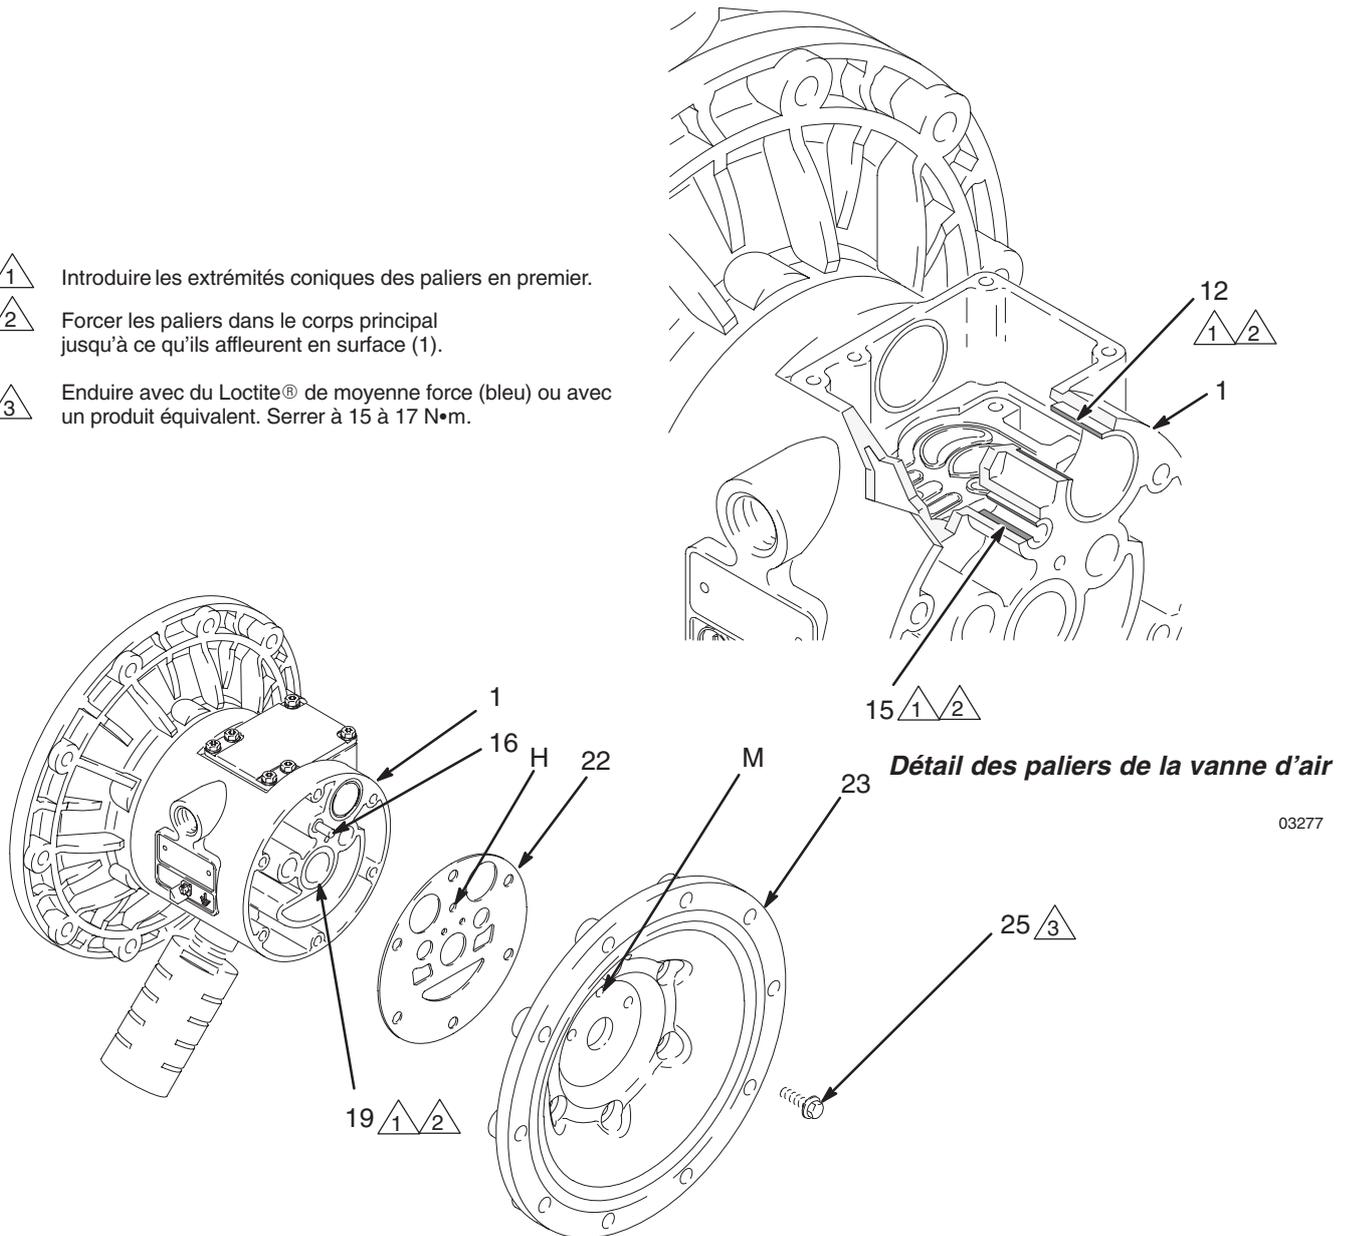

Fig. 14
5. À l'aide d'une clé à douille de 10 mm, retirez les vis (25) retenant les capots de la vanne d'air (23) sur le corps principal (1). Voir fig. 14.
6. Retirez les joints (22) des capots de la vanne. Les remplacer systématiquement par des neufs.
7. Utilisez un système d'extraction de palier pour démonter les paliers de l'arbre de la membrane (19), les paliers (12) de la vanne d'air ou les paliers (15) des tiges d'inversion. Ne pas enlever les paliers intacts.
1. Si elles sont retirées, placer les joints en U de l'arbre (402*) de sorte que les lèvres soient tournées vers **l'extérieur** du corps (1).
2. Les paliers (19, 12, et 15) sont coniques et ne peuvent être montés que dans un sens. Installer les paliers dans le corps principal (1), **en introduisant l'extrémité conique en premier**. À l'aide d'une presse ou d'un maillet en caoutchouc et d'une masse, forcer le palier dans le corps principal de sorte qu'il affleure en surface.
4. Placer le nouveau joint du capot du circuit pneumatique (22) de sorte que la tige d'inversion (16) dépassant du corps principal (1) s'insère exactement dans l'orifice (H) adéquat du joint.
5. Enduire le filetage des vis (25) avec du Loctite® de moyenne force (bleu) ou avec un produit équivalent. Positionner le capot du circuit pneumatique (23) de sorte que la tige d'inversion (16) s'insère exactement dans le trou médian (M) des trois petits trous situés près du centre du capot. Serrer les vis (25) à la main. Voir fig. 14. À l'aide d'une clé à douille de 10 mm, serrer les vis uniformément en séquence diagonale à 15 à 17 N•m.